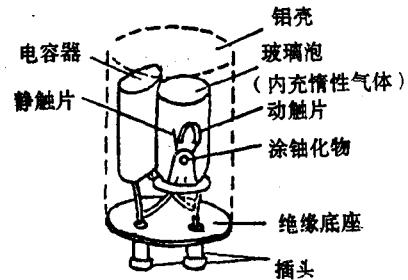

图1-2 起辉器
(3)起辉器 在起辉器的氖泡内有一个固定的静止触片和一个双金属片制成的倒U形触片。双金属片由两种膨胀系数差别很大的金属薄片结合而成,动触片与静触片平时分开,两者相距离 $1/2$  mm左右,其构造如图1-2所示,与氖泡并联的低介电容器,容量在 $5\ 000\ pF$ 左右。它的作用:①与镇流器线圈组成LC振荡回路,能延长灯丝预热时间和维持脉冲放电电压;②能吸收干扰收录机、电视机等设备杂波信号。检查起辉器可用万用表RX10 k挡,用两表笔测量起辉器的插头时,指针先微小摆动然后回到原来地方,此起辉器是好的。若万用表测量有阻值,说明电容器有漏电,漏电厉害,可去掉电容器,起辉器仍可用。若万用表测量的阻值很小,可能低介电容器击穿,去掉电容器,万用表指针回到原处,此起辉器仍可使灯管正常发光;若万用表指针不回到原处,说明氖泡动、静触片粘连,要更换起辉器。